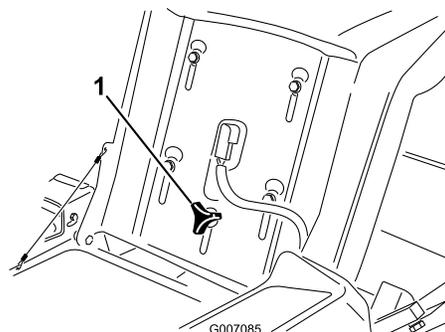

Figure 19
1. Soulevez le siège et desserrez le bouton de réglage jusqu'à ce que vous puissiez déplacer le siège (Figure 19).